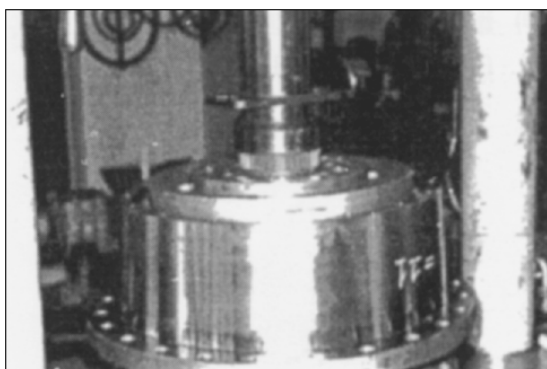

Рис. 108
17. Установите водило планетарной передачи в ступицу. Рис. 108.